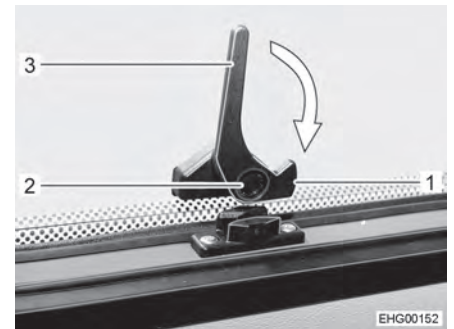

Bild 39 Låsarm, nedtill (i läget "öppet")
- Tryck på låsknappen (Bild 39,2) på låsarmen nedtill (Bild 39,3) och håll den nedtryckt.
- Sväng låsarmen nedtill (Bild 39,3) en kvarts varv mot fönsterkarmen tills låsspaken (Bild 39,1) hakar fast.